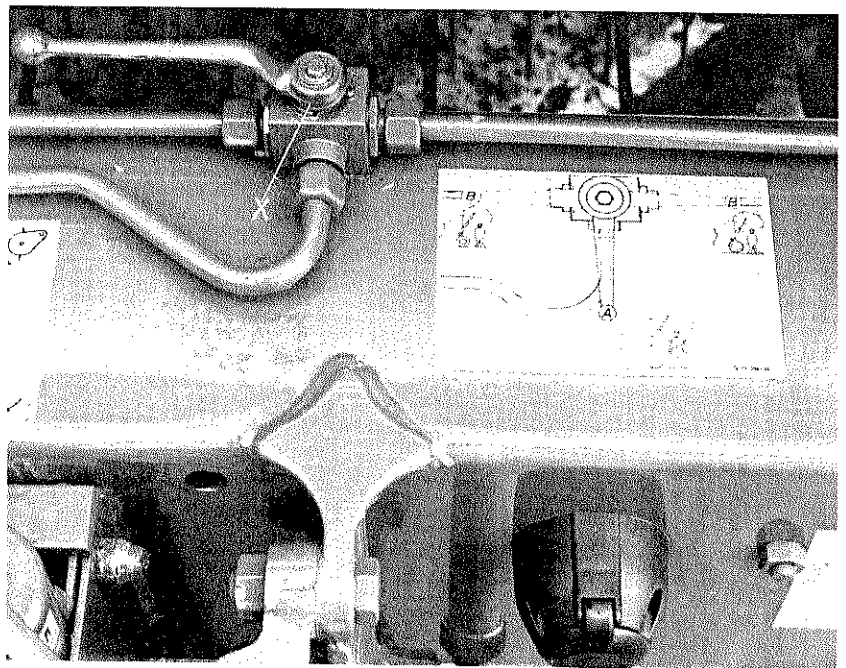

Abb. 3
5. Nicht unter die geöffnete hintere Klappe treten. Sollte dieses unumgänglich sein, unbedingt vorher den Sicherheitsabsperrhahn X, Abb. 3 in Sperrstellung bringen. Der Hahn ist in Abb. 3 in Sperrstellung dargestellt.